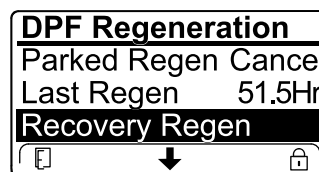

Figura 48
- Se o computador do motor não tiver pedido uma regeneração de recuperação e percorrer a opção **REGENERAÇÃO DE RECUPERAÇÃO**, a regeneração de recuperação bloqueia e o ícone de bloqueio (Figura 48) surge no canto inferior direito do InfoCenter.